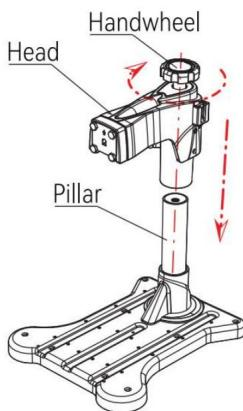

Fig 1
1. Umieść głowicę w filarze i obróć koło zamachowe 10 razy zgodnie z ruchem wskazówek zegara, co oznacza, że głowica została zainstalowana (jak pokazano na rys. 1).